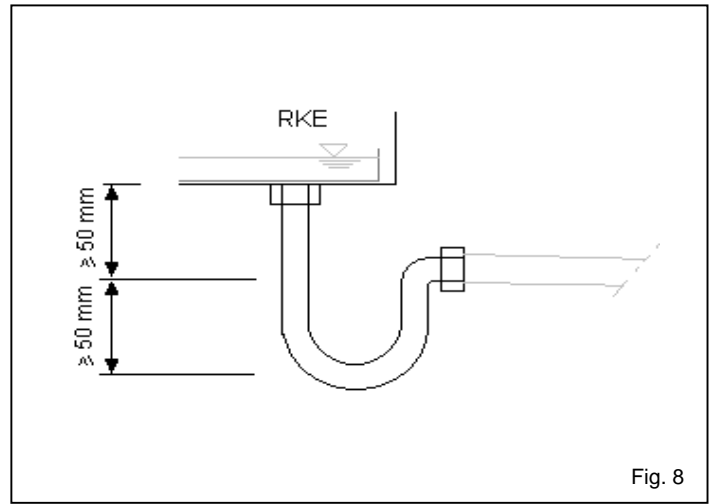

Fig. 8
- 1 L'exécution du siphon doit être comme sur la **figure 8**